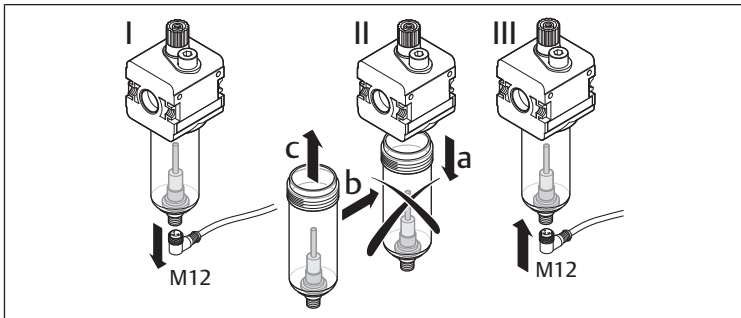

Fig. 7: Sustitución del recipiente con sensor
▶ Suelte el enchufe M12 del sensor del casquillo de conexión situado en la parte inferior del recipiente de aceite (→ Fig. 7 I).
▶ Sustituya el recipiente viejo por uno nuevo (→ Fig. 7 II b, c).
- ▶ Conecte el sensor al casquillo de conexión situado en la parte inferior del recipiente de aceite con un enchufe M12 (→ Fig. 7 III).